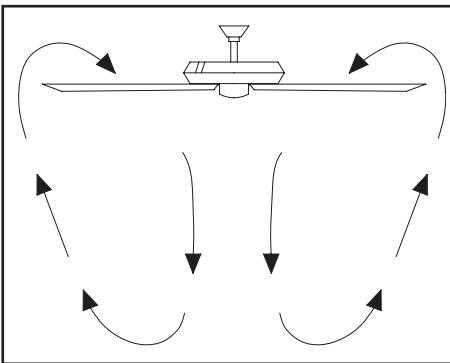

Figura 9
**Clima caliente** - (Hacia adelante) Un flujo de aire hacia abajo crea un efecto refrescante (Figura 9). Esto te permite fijar tu aire acondicionado en una configuración más alta sin afectar tu comodidad.